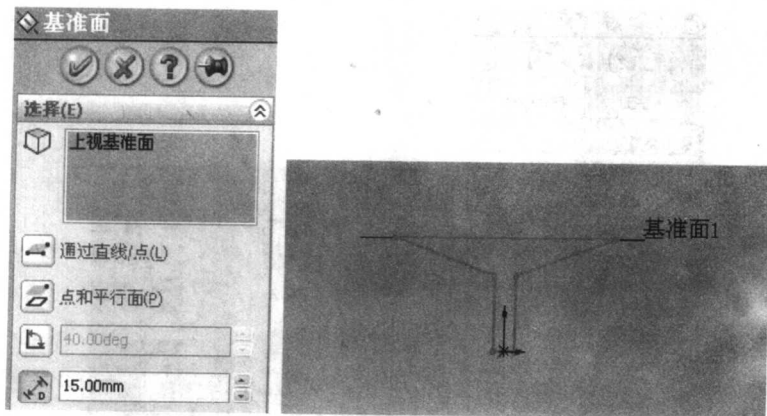

图 1-31 “基准面”属性管理器和基准面效果
(3) 单击“基准面”工具按钮($\diamond$), 打开“基准面”属性管理器。选择“上视基准面”为参考实体, 将距离($\updownarrow$)设置为15mm, 然后单击“确定”按钮($\checkmark$), 生成基准面1, 如图1-31所示。